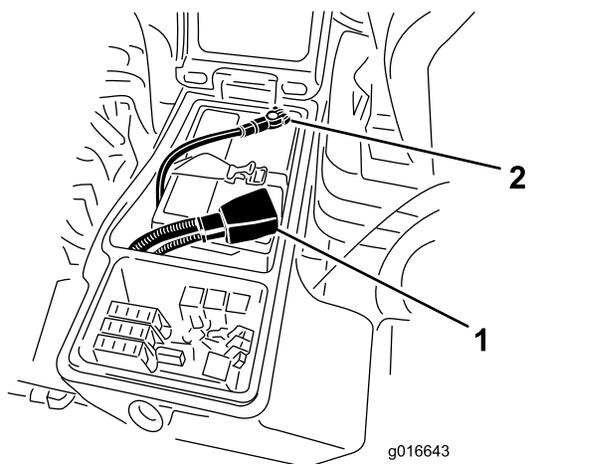

Рисунок 86
6. Подсоедините положительный кабель (красный) к положительной клемме (+), а отрицательный кабель (черный) – к отрицательной (–) клемме аккумуляторной батареи (Рисунок 86).